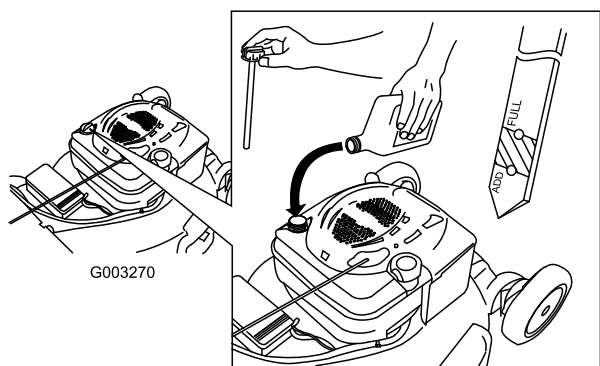

Figure 12
1. Retirez la jauge, essuyez-la sur un chiffon et remettez-la dans le goulot de remplissage (Figure 12).
- Sortez de nouveau la jauge et contrôlez le niveau d'huile (Figure 12). Si le niveau n'atteint pas le repère minimum (Add) de la jauge, versez **lentement** suffisamment d'huile dans le goulot de remplissage pour faire monter le niveau au repère maximum (Full). **Ne remplissez pas excessivement.** (Remplissage max. : 0,59 l (20 onces), type : huile détergente SAE 30W de classe de service API SF, SG, SH, SJ, SL ou supérieure.